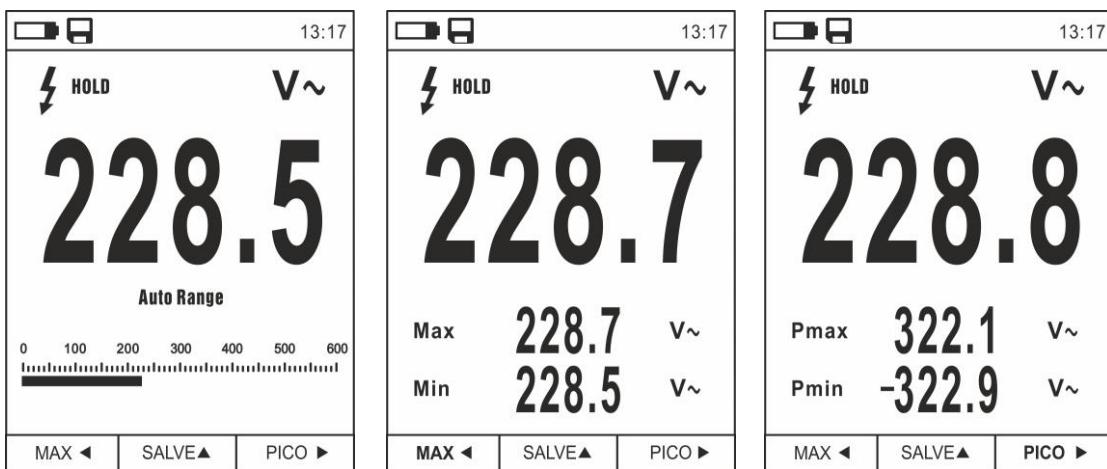

Fig. 9: Medição do MAX/MIN e PICO
- Premir o botão **MAX** ▲ para entrar na medição dos valores MAX e MIN da grandeza em exame (ver Fig. 9 – parte central). Os símbolos “MAX” e “MIN” são apresentados no display
- Premir o botão **PICO** ▶ para entrar na medição dos valores de Pico da grandeza em exame (ver Fig. 9 – parte direita). Os símbolos “Pmax” e “Pmin” são apresentados no display e os valores são atualizados com as mesmas modalidades da função MAX/MIN